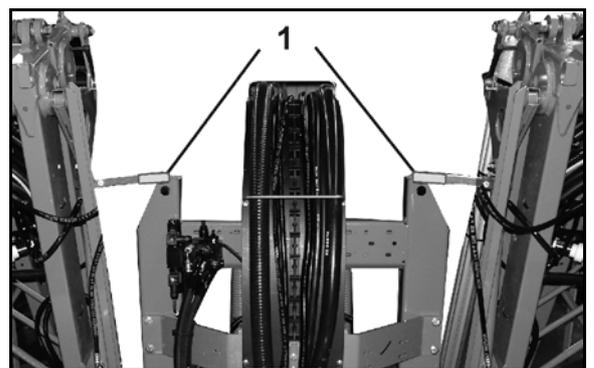

Fig. 11
- Fig. 11/...
(1) Contrôle visuel du verrouillage de la rampe **Super-S**